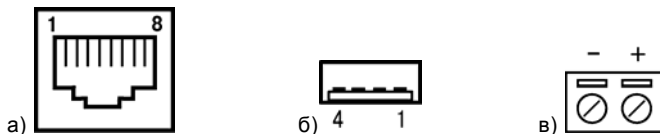

Рисунок 3.2 – Вид разъемов: Ethernet порт (а), разъем USB (б), разъем питания (в)
- два соединителя интерфейса Ethernet типа RJ45 (см. рисунок 3.2, а). Распайка контактов порта Ethernet приведена в таблице 3.1;
- два высокоскоростных USB 2.0 порта (см. рисунок 3.2, б); которые могут использоваться только для подключения Flash-накопителей информации;
- разъем питания постоянного тока (см. рисунок 3.2, в);